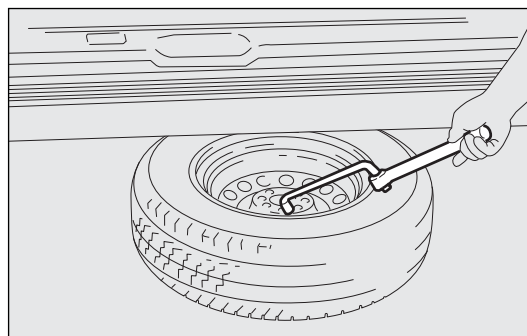

fig. 169
- ❑ utilizar la llave para desmontar ruedas para sacar la rueda del vehículo fig. 169;